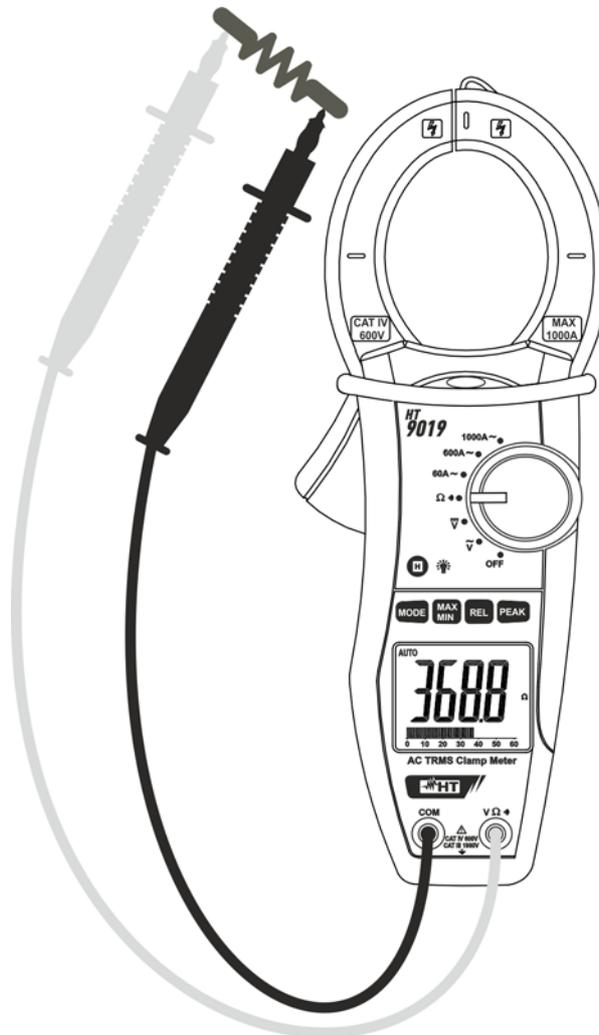

Fig. 5: Uso della pinza per misure di resistenza e test continuità
3. Posizionare i puntali nei punti desiderati del circuito in esame (Fig. 5). Il valore della resistenza verrà visualizzato sul display